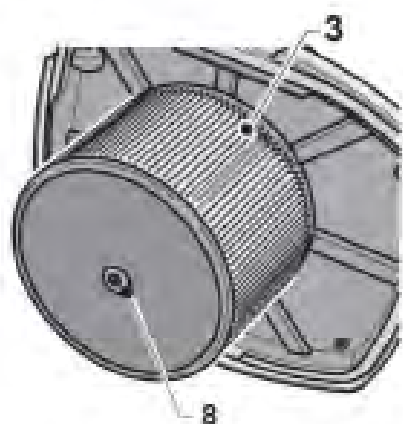

Fig. 5
3. Retirez le filtre du moteur en retirant la vis inférieure blanche (8 Fig.5).
4. Placez le nouveau filtre du moteur (3 Fig.5) et fixez-le (8 Fig.5).